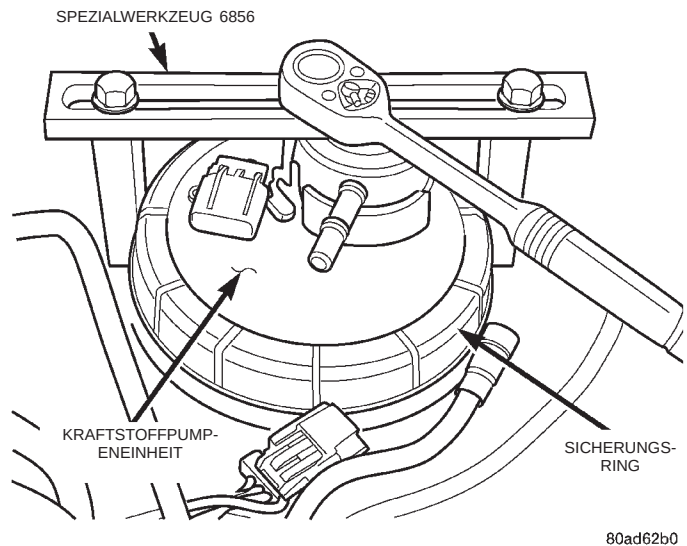

Abb. 10 Sicherungsring/Kraftstoffbehälter
(3) Die Kraftstoffleitung von der Kraftstoffpumpeneinheit lösen. Dazu die Halter der Schnelltrennkupplung mit Daumen und Zeigefinger niederdrücken.
(4) Den Halter des Steckverbinders der Kraftstoffpumpeneinheit in Stellung "Entriegelt" schieben.
(5) Den Steckverbinder von der Kraftstoffpumpeneinheit abziehen. Dazu auf den Halter des Steckverbinders drücken und den Steckverbinder von der Kraftstoffpumpeneinheit abziehen.
(6) Den Sicherungsring der Kraftstoffpumpeneinheit mit Spezialwerkzeug 6856 losdrehen (Abb. 10).
(7) Die Kraftstoffpumpe und die O-Ringdichtung vom Kraftstoffbehälter abnehmen. Die alte Dichtung entsorgen.